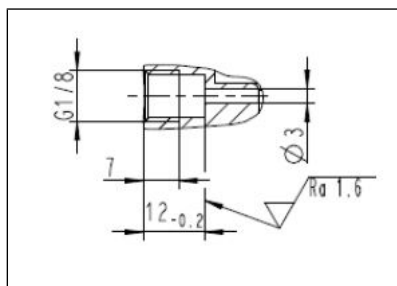

Abb. 15 Schnittzeichnung Bohrung zur Drucküberwachung
- KNF empfiehlt, den Zwischenraum zwischen Arbeitsmembrane und Sicherheitsmembrane (siehe Abb. 4) über die Bohrung(en) (siehe Abb. 15) im Zwischenring auf eine Änderung des Drucks zu überwachen. Bei Änderungen des Drucks im Zwischenraum ist die Pumpe sofort stillzulegen